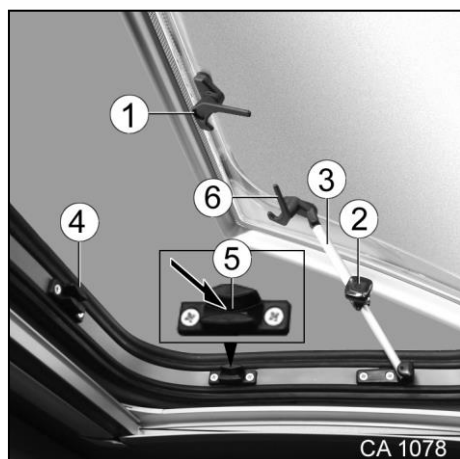

Fig. 62 Lanterneau Skyroof
1. Déverrouiller le levier de verrouillage (Fig. 62/1). Pour cela, appuyer sur le bouton de blocage respectif.
2. Déverrouiller le levier de verrouillage (Fig. 62/6).
4. Fixer le lanterneau avec des molettes (Fig. 62/2) aux compas d'arrêts montés sur les côtés (Fig. 62/3).
1. Tourner les molettes (Fig. 62/2) dans le sens anti-horaire jusqu'à ce que le dispositif de fixation soit desserré.
3. Verrouiller les quatre leviers de verrouillage (Fig. 62/1 et 6) aux supports (Fig. 62/4).
1. Déverrouiller les quatre leviers de verrouillage (Fig. 62/1 et 6) sur le lanterneau.
3. Verrouiller les quatre leviers de verrouillage (Fig. 62/1 et 6) dans les évidements (Fig. 62/5) des supports (Fig. 62/4).